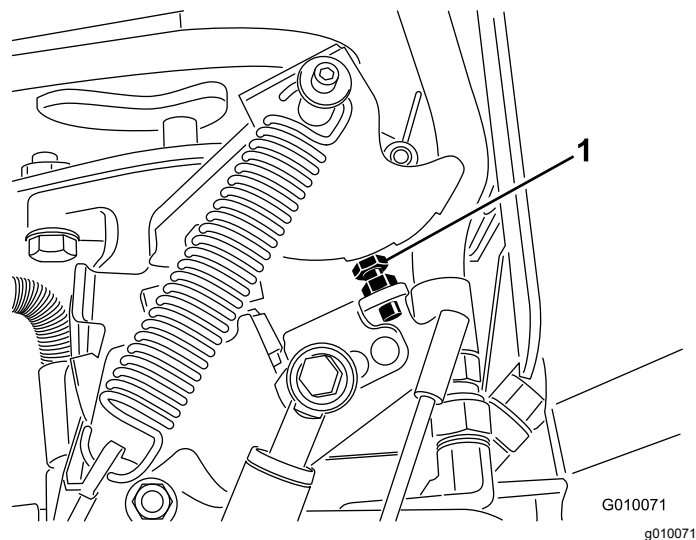

Figura 71
6. Si es necesario realizar un ajuste, gire el perno de tope de la bomba (Figura 71) acercándolo a la placa de tope para reducir el espaciado de las perforaciones, o gire el perno de tope alejándolo de la placa de tope para aumentar el espaciado de las perforaciones.